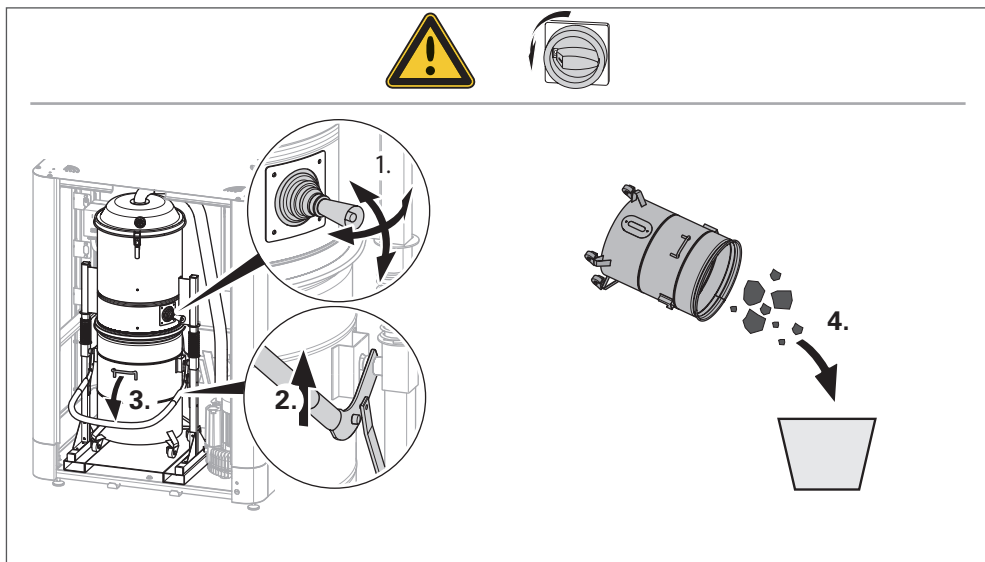

Abb. 58 Trockenabsaugung
- Den Auffangbehälter leeren. Vorgehen wie in Abb. 58 beschrieben.
- M-Filter abreinigen und Auffangbehälter leeren. Vorgehen wie in Abb. 58 beschrieben.